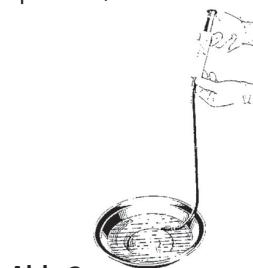

Abb. 3
1. Eine sterile Spritze verwenden, um das Lumen der Prothese mit 20 ml steriler physiologischer Kochsalzlösung zu spülen. Abb. 3. Mindestens zweimal wiederholen.